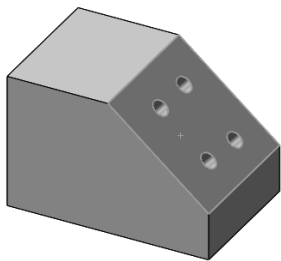

图 8-23 选择斜面为前视
- [7] 在操控板的“第一方向”下，选择一视图向为前视，选择斜面为前视，如图 8-23 所示。